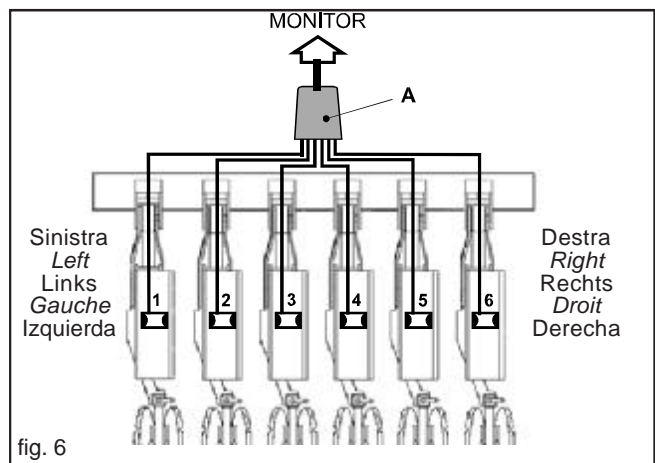

fig. 6
- Verteile die Kabel der Verkabelung und befestige sie mit den Bändern an den Luftröhren der Sämaschine, und die Nummer anwesend auf den Kabeln in der Nähe der Stecker beachten: Kabel No. 1 entspricht der Reihe No. 1 des Monitors, Kabel No. 2 entspricht der Reihe No. 2 auf dem Monitor, usw. Es ist wichtig, dass als "Reihe No. 1", die erste Reihe der Sämaschine betrachtet wird (ausgehend von rechts oder auch von links) (Abb. 6) and dass die anderen Reihen in Reihenfolge verbunden sind: in der Abbildung wird ein Beispiel der Anwendung einer Verkabelung an sechs Reihen unter Bezugnahme der ersten Reihe links von der Sämaschine;
- Stelle die Abzweigmuffe (A Abb.6) in der Mitte der Sämaschine und befestige sie mit Dichtungsbändern;
- Verbinden (A) des Hauptkabels an den Bildschirm (B) anschließen;
- Den Stecker des Kabels "D" der Verkabelung in den Stecker des Geschwindigkeitssensors (C) eingeben;
- Füge den Stecker der Photozelle (E), montiert auf dem ersten Glied der Sämaschine in dem Stecker des Kabels "1" ein; Anmerkung: als "erstes" Glied der Sämaschine kann das Aussenglied links oder rechts, gemäß der eigenen Forderungen betrachtet werden (Abb. 6).
- Das Speisungskabel mit dem Monitor (F) an der 12 Vdc Batterie der Maschine fest anschließen: der ROTE Draht am Pluspol Pol (+) und der SCHWARZE Draht am Minuspol (-) anschließen.